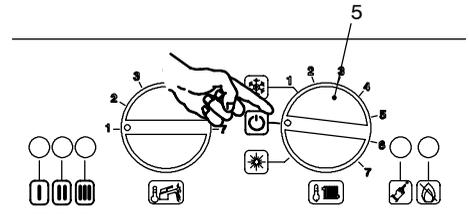

fig. 5.40
- 8 Posizionare il selettore 5 come indicato in fig. 5.40 per uscire dalla programmazione.